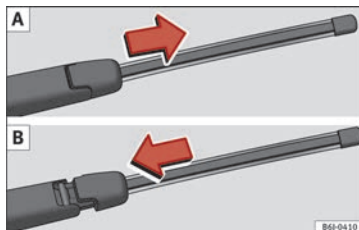

Bild 73 Demontering och montering av bakrutans torkarblad
- För bladets adapter i pilens riktning och ta bort bladet » **bild 73 A**.
- Placera bladet som visas i » **bild 73 B** och skjut adaptern längs det tills den fastnar.